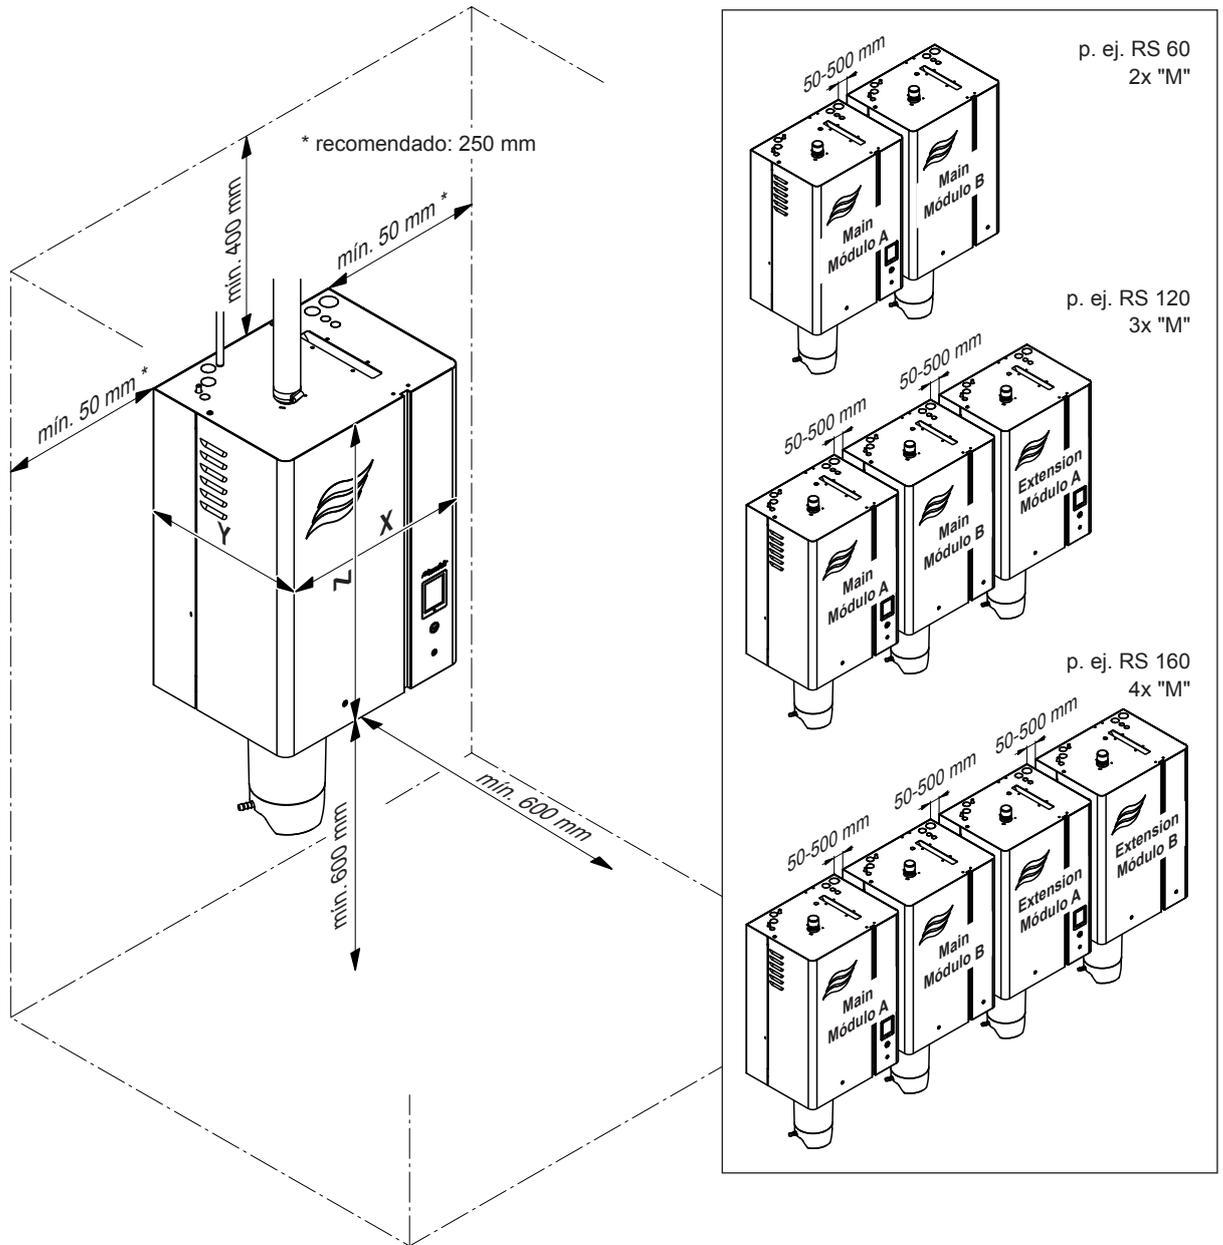

Fig. 9: Distancias que se deben mantener
- Coloque el humidificador de vapor de tal modo que el **equipo sea de fácil acceso** y que haya suficiente espacio para realizar el mantenimiento. Las **distancias mínimas** de acuerdo con Fig. 9 **deben ser respetadas**.
- Para que los cables suministrados puedan utilizarse en equipos dobles y sistemas Linkup, los equipos individuales deben montarse en el orden establecido con una distancia máxima entre ellos de mín. 50 mm hasta máx. 500 mm y a la misma altura (véase la Fig. 9).